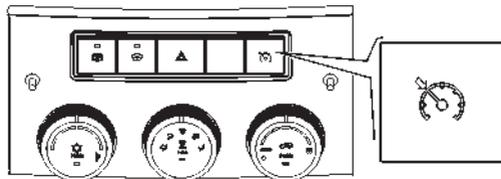

Рис. 3.17. Выключатель выбора функции «Круиз-контроль»
- выключатель выбора функции «Круиз-контроль» (рис. 3.17). Служит для управления функциями КК.
Включение функции КК осуществляется с помощью нажатия выключателя «Круиз-контроль» (рис. 3.17). Повторное нажатие на выключатель «Круиз-контроль» приводит к выключению функции КК.